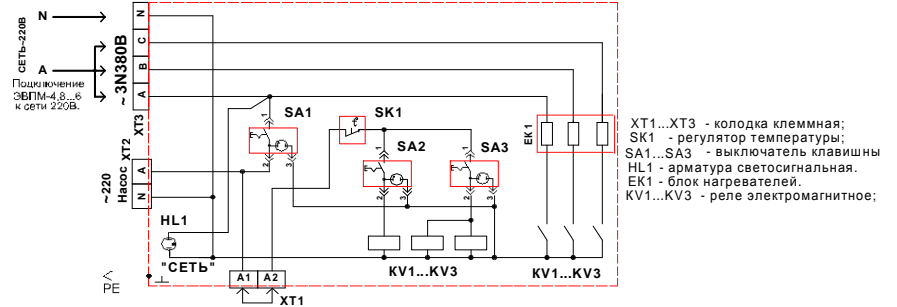

Рис. 3 ЭВГМ-4,8...12(3 реле, 3 нагревателя) Схема электрическая принципиальная.
7.6. Система с естественной циркуляцией (рис. 3) зависима от расположения водонагревателя (котла) и требует монтажа труб большого диаметра. Водонагреватель, с целью улучшения условий циркуляции воды в системе отопления, необходимо установить так, чтобы его нижний патрубок был ниже радиаторов отопления (нижней точкой всей системы отопления), что выполнить не всегда удается.